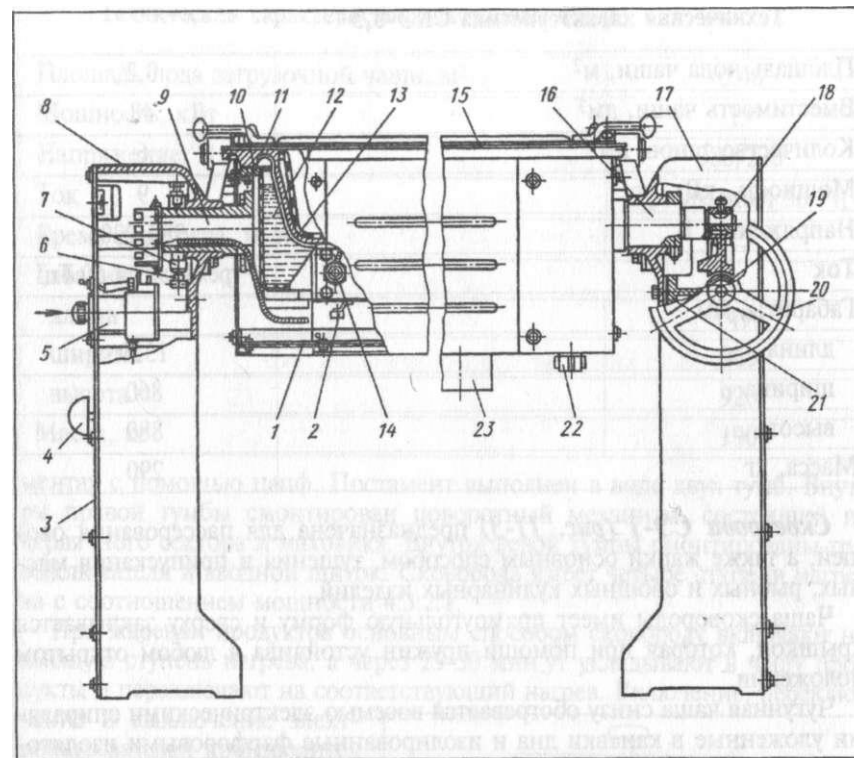

Рис. 11-2. Сковорода электрическая СКЭ-0,3:
**Сковорода электрическая с косвенным обогревом СКЭ-0,3 (рис. 11-2).** Эта сковорода предназначена для жарки продуктов основным способом и во фритюре, а также тушении и варки кулинарных изделий на предприятиях общественного питания. Она отличается от выше рассмотренных, способом передачи тепла к загрузочной чаше. Тепло к поверхности чаши передается через промежуточный теплоноситель — минеральное масло.